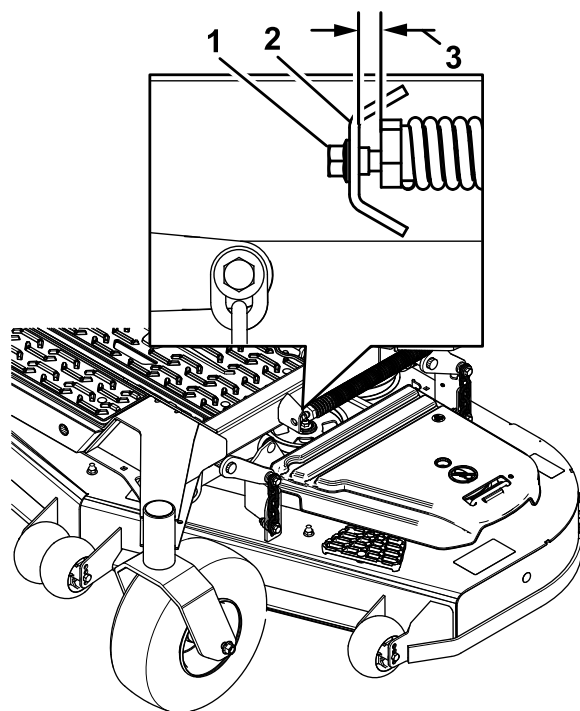

Figura 88
10. Slăbiți încet urubul de reglare al arcului de asistare pentru ridicare, până când puteți îndepărta urubul (Figura 88).